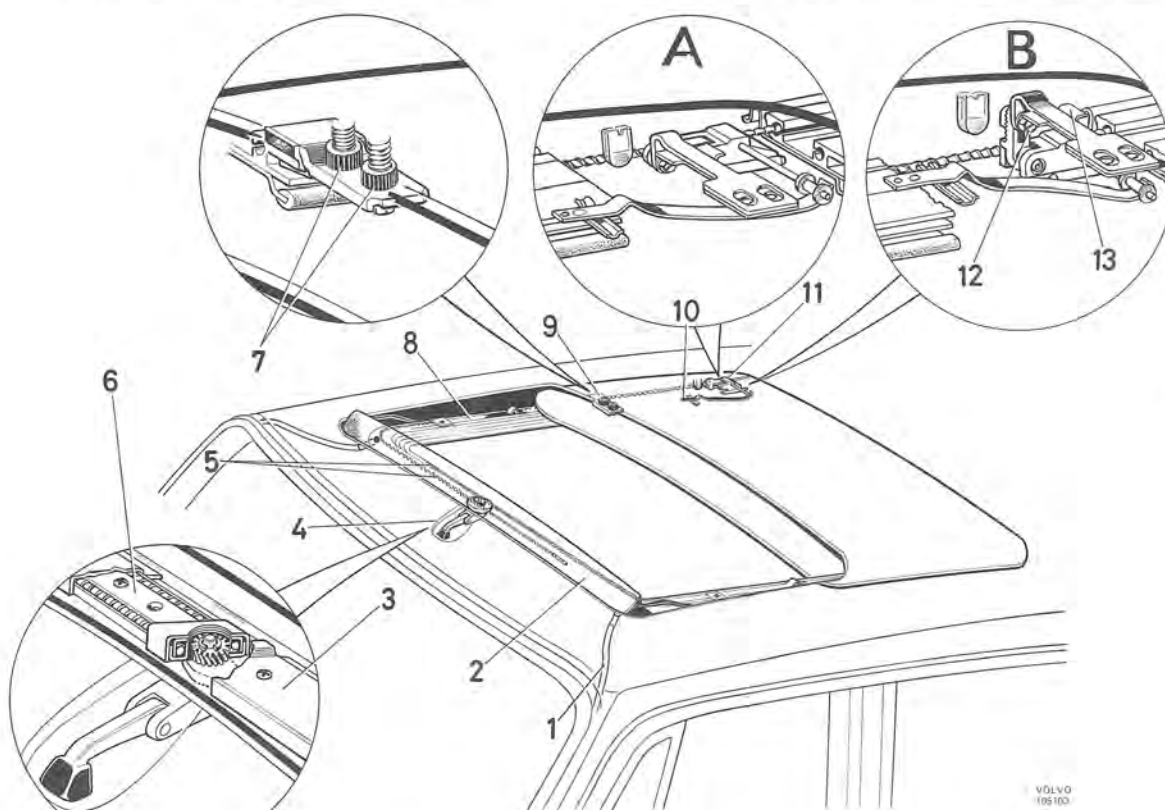

Bild 34. Soltak
2. Veva fram luckan och lossa skruvarna i dess fyra fästen, (9 och 11, bild 34). Vik åt sidan bladfjädrarna (10) och ta bort förstärkningsplåtarna (13) vid de bakre fästena. Lyft bort takluckan.
3. Demontera vindavvisaren (2).
4. Demontera mellanstycken (8), täcklist (3) och hållarna ovanför drevet. Lossa främre styrskenorna (6) och dra ur vajrarna (5).
5. Veva fram luckan tills den är helt stängd, samt kontrollera att den ligger i plan med taket. Justeringar för luckans höjdläge finns vid främre fästena (7, bild 34) samt i lyftarna vid bakre fästena (12). Kontrollera även att de båda lyftarna står rakt upp när luckan är stängd.
6. Skruva loss veven och växelhuset (4). Vrid veven till stoppläget på det losstagna växelhuset.